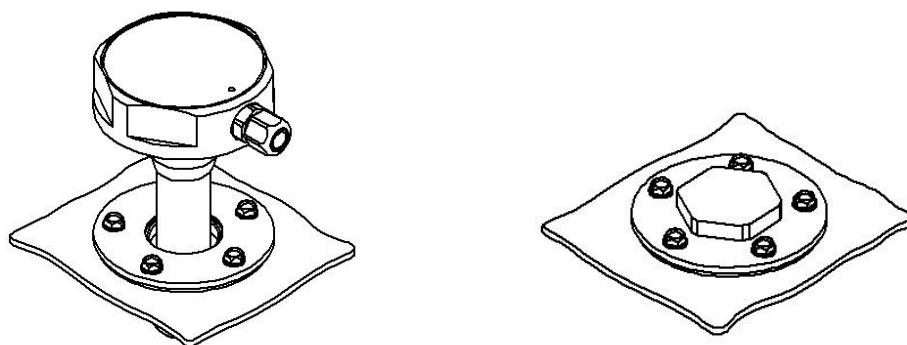

Рис. 3.1 - Полный демонтаж датчика уровня топлива и установка заглушки
Выполнить полный демонтаж датчика в следующей последовательности (рис. 3.1):
- закрыть отверстие фланца заглушкой IEC EN C. 100 (см. таблицу 1.3), как показано на рис. 3.1;